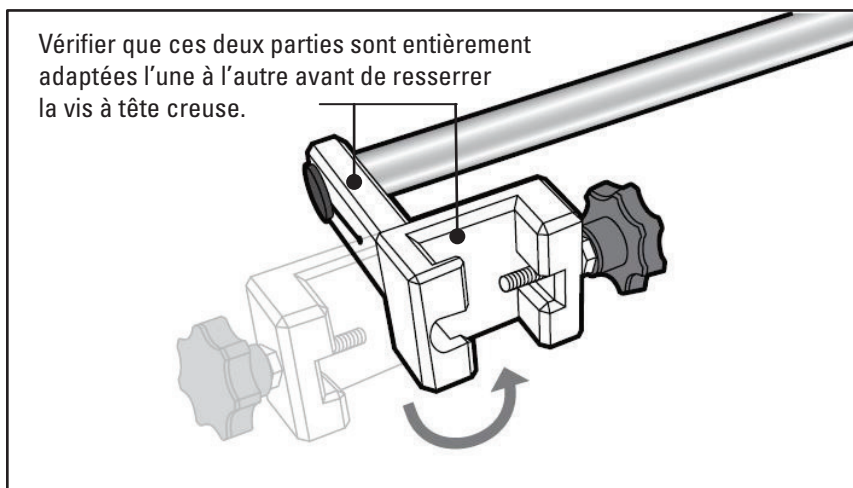

Figure 10. Tourner le kit de montage sur montant de lit de 180°.
Tourner la vis dans le sens anti-horaire jusqu'à ce qu'il soit possible de faire tourner le système de montage sur montant de lit autour de la barre, comme montré sur la figure 10.
6. Tourner le kit de montage sur montant de lit à 180° autour de la barre de montage verticale. Voir la figure 10.